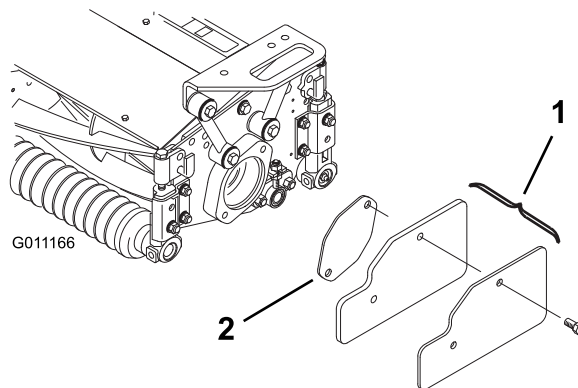

図 20
2. 右側カッティングユニットの内側端部からウェイトとガスケット（図 20）を取る。